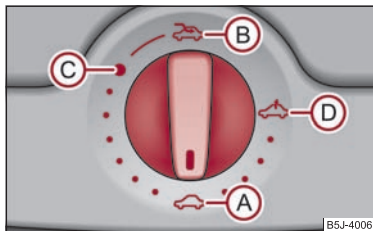

Fig. 34 Bouton rotatif pour le toit ouvrant/relevable électrique
Le toit ouvrant/relevable électrique est commandé au moyen du bouton rotatif $\Rightarrow$ page 46, fig. 34 et fonctionne uniquement si le contact est mis. Le bouton rotatif possède plusieurs positions.
- Faites tourner le bouton sur la position **C** $\Rightarrow$ page 46, fig. 34.
- Faites tourner le bouton sur la position **A** $\Rightarrow$ page 46, fig. 34.
Le toit ouvrant/relevable est équipé d'un dispositif de limitation de pression. Le toit ouvrant/relevable stoppe et repart en arrière de quelques centimètres s'il ne peut pas se fermer à cause d'un obstacle (par ex. glace). Vous pouvez fermer complètement le toit ouvrant/relevable sans dispositif de limitation de pression si vous appuyez sur l'avant du contacteur en position **A** $\Rightarrow$ page 46, fig. 34 jusqu'à ce que celui-ci soit complètement fermé $\Rightarrow$ .
Après chaque actionnement de secours (avec une clé mâle coudée pour vis à six pans creux), le toit ouvrant/relevable doit être remis sur sa position initiale. Vous devez donc mettre le bouton rotatif sur la position ① ⇒ page 46, fig. 34 et le pousser vers l'avant pendant 10 secondes environ. ■